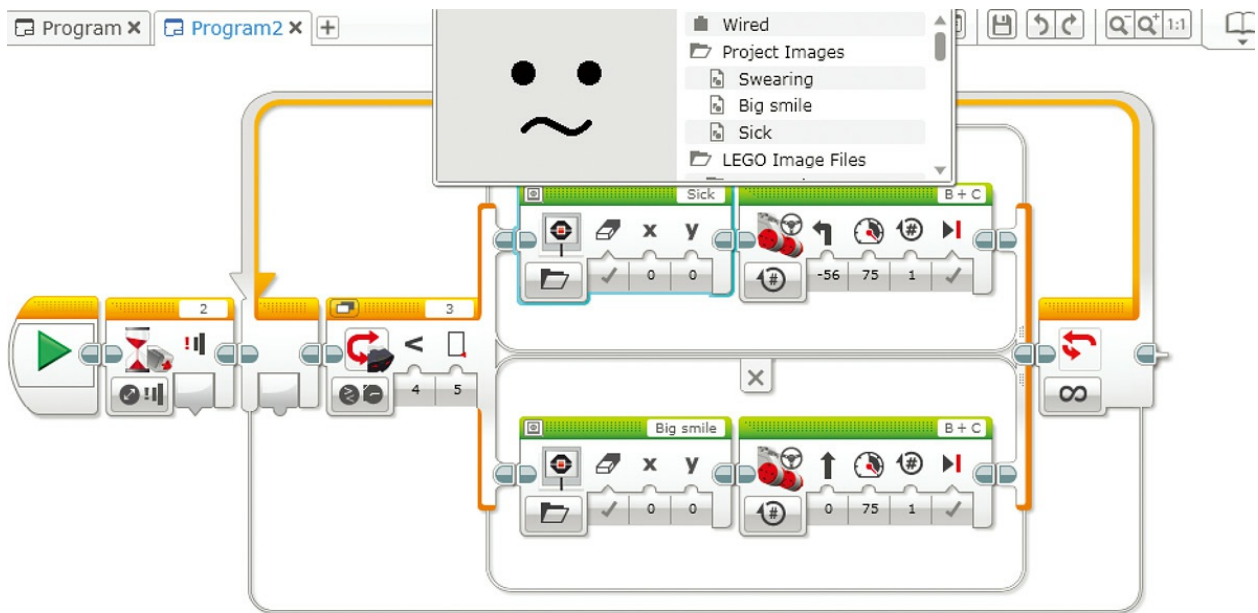

图9.8 增加显示模块到你的程序来除错
3. 更改真值（接近一个物体）到“sick”图像，你可以在图9.8中看到这个动作。